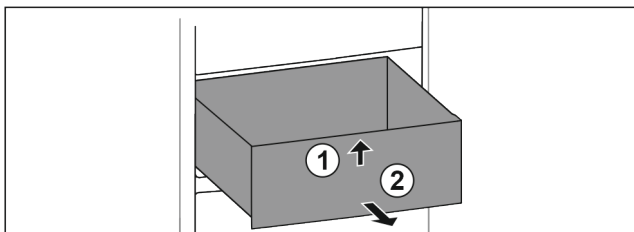

Fig. 58
- ▶ 抬起抽屉前部。 Fig. 58 (1)
- ▶ 朝前取出抽屉。 Fig. 58 (2)